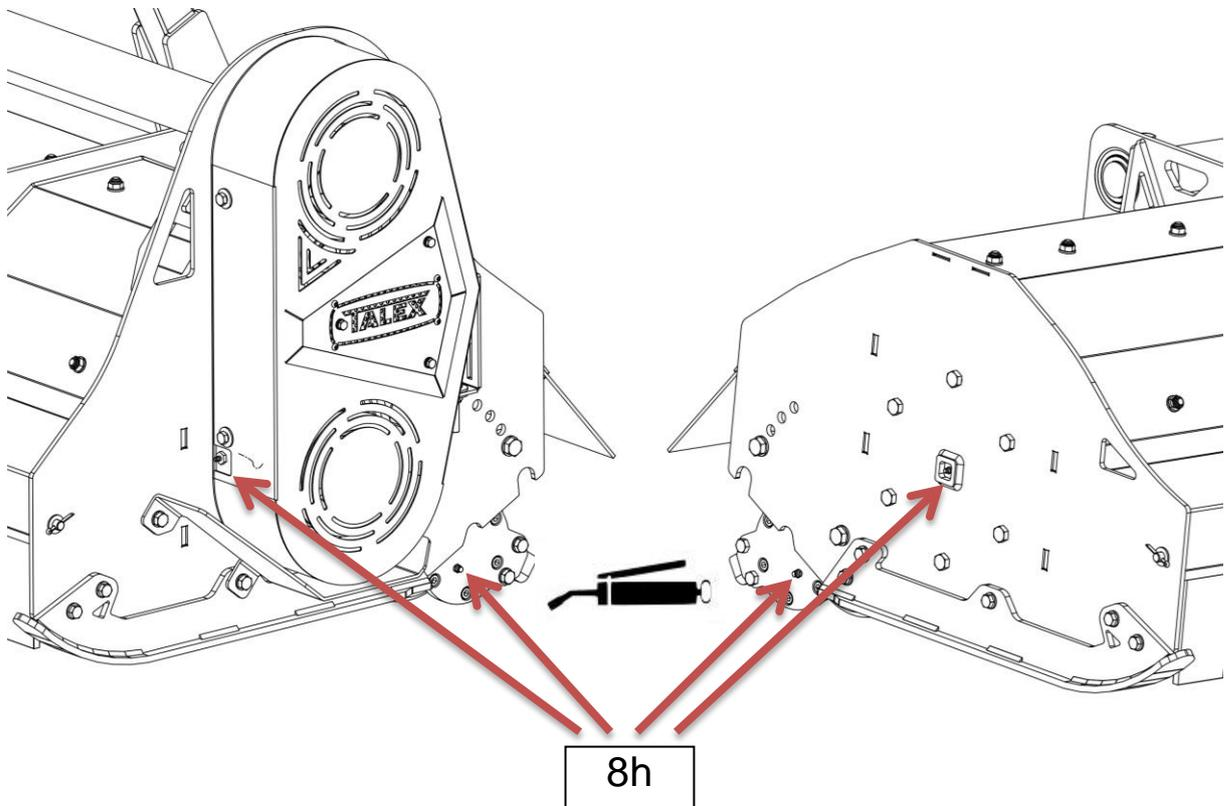

Abbildung 13. Schmierplan
Alle in Abb. 13 markierten Stellen, die mit Kugelschmiernippeln ausgestattet sind, sollten mit einer Fettpresse mit Festfett ŁT43 gefüllt werden. Schmieren Sie die Teleskop-Gelenkwelle, nachdem Sie sie aus der Maschine ausgebaut haben. Der ausfahrbare Teil der Welle sollte mindestens nach 8 Betriebsstunden geschmiert werden – bei vollständig ausgefahrener Welle und nach Entfernung von Verunreinigungen. Die Bedienung der Zapfwelle ist in einer separaten Anleitung beschrieben, die mit der Zapfwelle geliefert wird.
- schmieren Sie die Maschine gemäß dem Schmierplan (Abbildung 13),